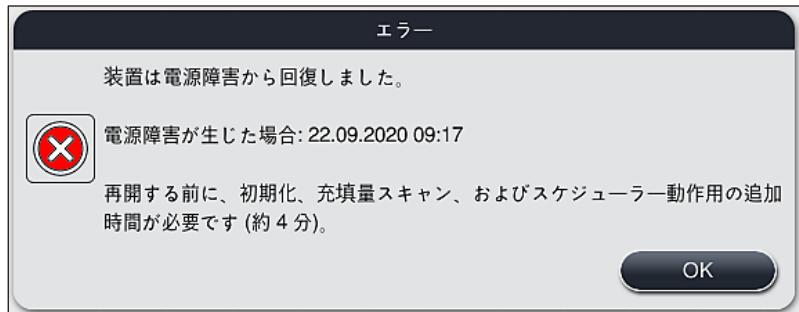

図 106
- ① 装置の再起動後、自動的に表示される最初の情報メッセージでは、電源障害の時刻が表示されます（→「図 106」）。このメッセージを確認して「OK」ボタンを押すと、染色処理を継続するための追加の指示が出ます。